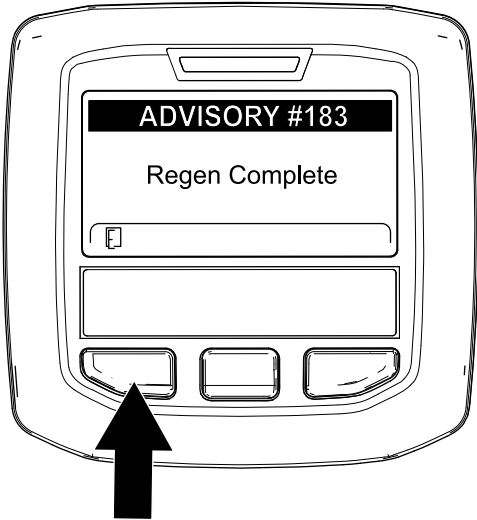

Figura 56
- Quando o computador do motor conclui uma regeneração em estacionamento ou de recuperação, o InfoCenter apresenta o AVISO N.º 183 (Figura 56). Prima o botão esquerdo para sair para o ecrã inicial.
Nota: Se a regeneração não for concluída, o InfoCenter apresenta o Aviso n.º 184 (Figura 56). Prima o botão esquerdo para sair para o ecrã inicial.